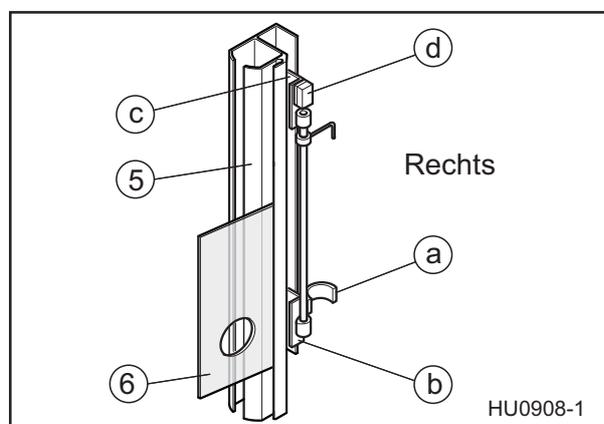

Abb. 19
Sturmsicherung anschrauben. An der Stelle, an der der Sperrbügel (a) auf die Schutzlippe (6) trifft, ein Loch $\varnothing 45$ mm ausschneiden. Benutzen Sie dazu den beigefügten Kreisbohrer. Endschalter (d) am oberen Haltewinkel mit Hilfe der vorgebohrten Löcher montieren (Abb. 19).